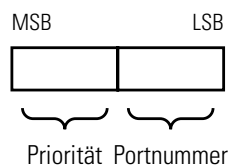

Abb. 36: Portidentifikation
- ▶ Wenn von einer Brücke zwei Pfade mit den gleichen Wurzelpfadkosten wegführen, wird als letztes Kriterium die Portidentifikation herangezogen (siehe Abb. 36). Sie entscheidet, welcher Port gewählt wird.